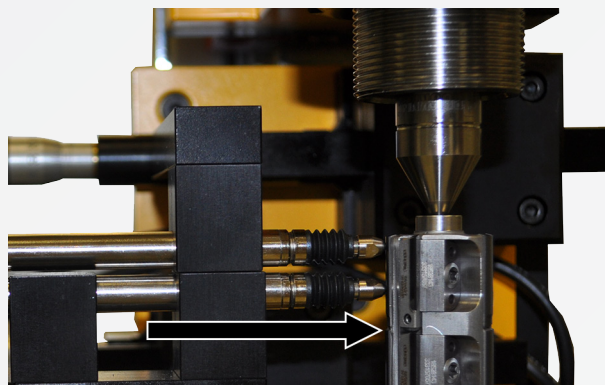

Abb. 25: Mit Messtaster an Referenzleiste fahren
4. Fahren Sie mit den beiden Messtastern an die Referenzleiste. Die Referenzleiste ist die erste Führungsleiste nach der Schneide in Drehrichtung (siehe Pfeil Abbildung 25). Geben Sie die Messtaster spezifische Vorspannung auf die Referenzleiste und nullen dann die beiden Messtaster.